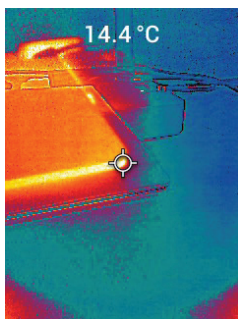

Figure 5.1 Image thermique et visible combinée (MSX®)
6. La valeur de température affichée représente la mesure du point cible. Voir la **Figure 5-1**.